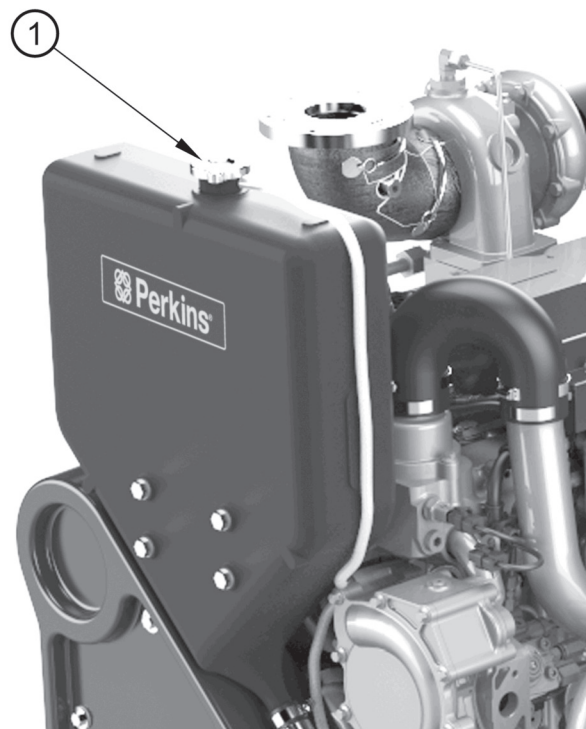

Figura 5
1. Togliere il tappo di rifornimento (figura 5 voce 1) del serbatoio e riempire lentamente l'impianto di raffreddamento fino a quando il livello del refrigerante è appena sotto le tubazioni interne al serbatoio.
1. Allentare il tappo di rifornimento del liquido refrigerante sul serbatoio (figura 5 voce 1).